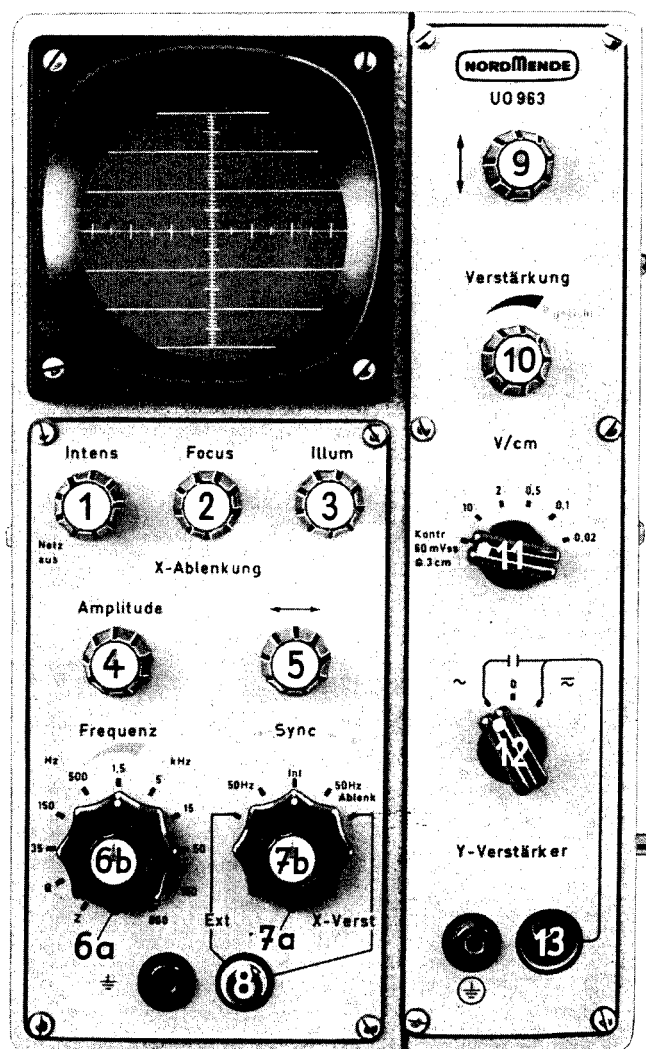
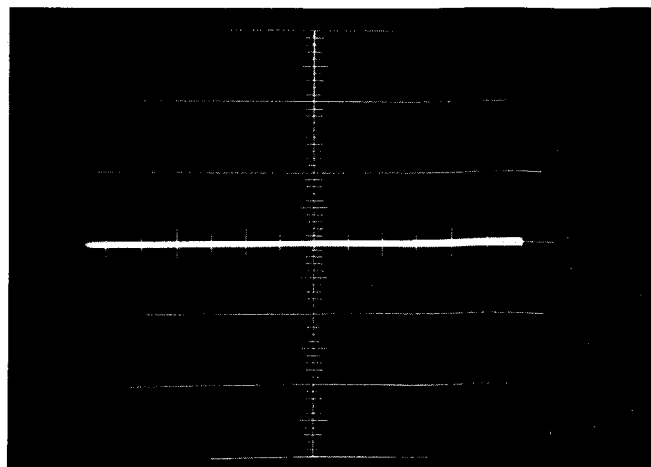

Bild 1 Frontansicht
Bild 4 Schirmbild mit Zeitlinie
Bedienungsknopf 1 „Intens.“ (siehe Bild 1) etwas nach rechts drehen, bis der Netzschalter einschaltet; Knopf 3 (Flutlicht) rechts herumdrehen, bis das Flutlicht auf der Rasterscheibe erkennbar ist. Dieses Flutlicht dient zugleich als Einschalt-kontrolle. Nun wird der Regler 4 (Amplitude) rechts herum etwas aufgedreht und der Schalter 7a (Betriebsartenschalter der X-Ablenkung) auf „Int.“ gestellt. Nach einer Minute dreht man den Regler „Intens.“ so weit auf, bis eine grüne, waage-rechte Linie auf dem dem Schirm erscheint. Mit den Verschiebe-reglern 5 und 9 stellt man diese Linie auf die Schirmmitte ein, und mit dem Regler 4 wird die Länge der Linie so eingestellt, daß sie gerade den Schirm von links nach rechts ausfüllt. Mit dem Regler 2 (Focus) stellt man nun den Strich auf beste Schärfe ein. Man erhält so die sogenannte X- oder Zeitlinie, wie sie in Bild 4 dargestellt ist. Damit ist der Oszillograph meßbereit. Um sich mit dem Gerät richtig vertraut zu machen, sollte man zunächst die in den Anwendungsbeispielen be-schriebenen einfachen Messungen ausführen. Ausführliche An-wendungsbeispiele aus dem Fernsehservice sind ebenfalls darin beschrieben.
Der nach den Anweisungen im Abschnitt „Einschalten“ meßbereite Oszillograph schreibt die im Bild 4 abgebildete „Zeitlinie“. Zum Oszillographieren der Heizspannung wird der konzentrische Anschlußstecker der Tastkopfzuleitung in die Buchse 13, Bild 1 „Y-Verstärker“ (Senkrechtverstärker), gesteckt. Der aus dem Tastkopfgehäuse herausgeführte Masseanschluß wird mit dem einen, die Tastkopfspitze mit dem anderen Ende der Heizwicklung verbunden. Dann wird die Verstärkung des Y-Verstärkers mit dem Schalter 11* (grob) und mit dem Regler 10 (fein) so eingestellt, daß das auf dem Schirm erscheinende grüne Lichtband etwa 3 bis 4 cm von oben nach unten auseinandergezogen wird. Hierauf wird das Oszillogramm zum Stehen gebracht. Schalter 6a muß zu diesem Zweck auf den richtigen Frequenzbereich geschaltet werden, bevor das Oszillogramm mit dem Regler 6b eingefangen werden kann. Selbstverständlich muß nicht unbedingt die Grundfrequenz des zu untersuchenden Signales eingestellt werden, wie in diesem Falle 50 Hz (Schalter 6a auf Stellung: 35–150 Hz). In vielen Fällen ist es sogar erwünscht, daß auf dem Bildschirm zwei oder drei, evtl. noch weitere Perioden des Wechselvorganges nebeneinander auf dem Schirm der Elektronenstrahlröhre abgebildet werden.
* Die in diesem Abschnitt angegebenen Bezeichnungen der Schalter, Regler und Buchsen beziehen sich auf die Angaben in Bild 1. (Zum Beispiel „Schalter 11“ ist laut Bild 1 der Grobstufenschalter für die Y-Verstärkung.)